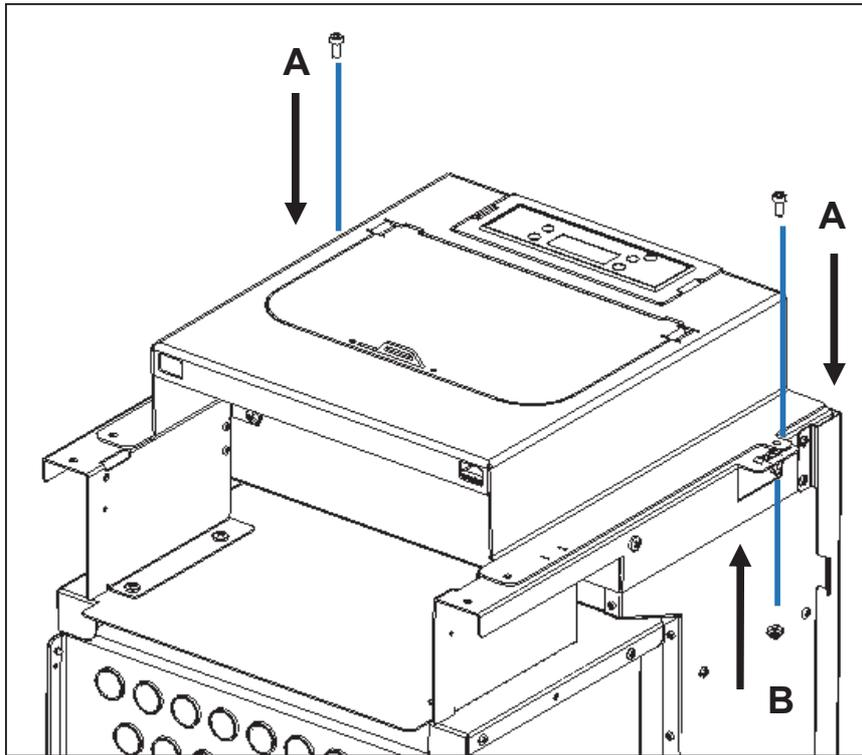

Figura 53 - Fijación de la tapa superior de la estructura del equipo
f) Coloque la tapa en la parte superior del equipo y la estructura coincide con los orificios representados en la figura 53-B.